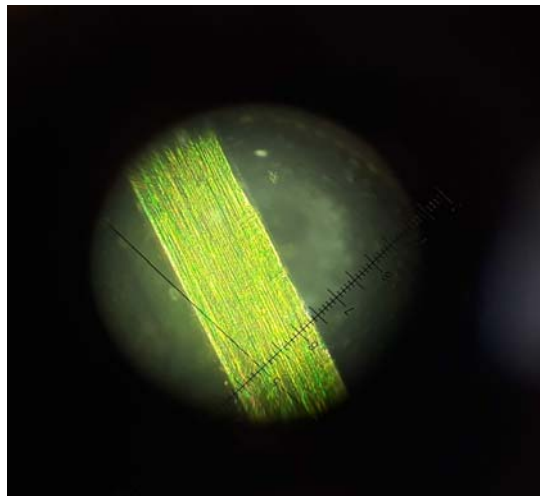

Figura 1: Posición de limpieza del dispositivo de presión y la celda del cristal.
7.2.1 Gire la perilla del dispositivo de presión en el sentido contrario a las manecillas del reloj para levantar la punta, y coloque el dispositivo de presión en posición de limpieza (Ver Figura 1).
7.7.2 Gire el dispositivo de presión en posición de limpieza (Ver Figura 1).
7.7.18 Gire el dispositivo de presión en posición de limpieza (Ver Figura 1).